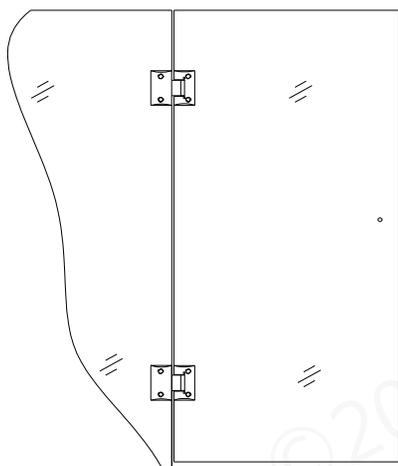

Figure 1
1. Assurez-vous que la porte vitrée est d'aplomb et que la bordure de la charnière est égale et symétrique avec la bordure de la vitre. Serrez les vis de la tête. (Figure 1)